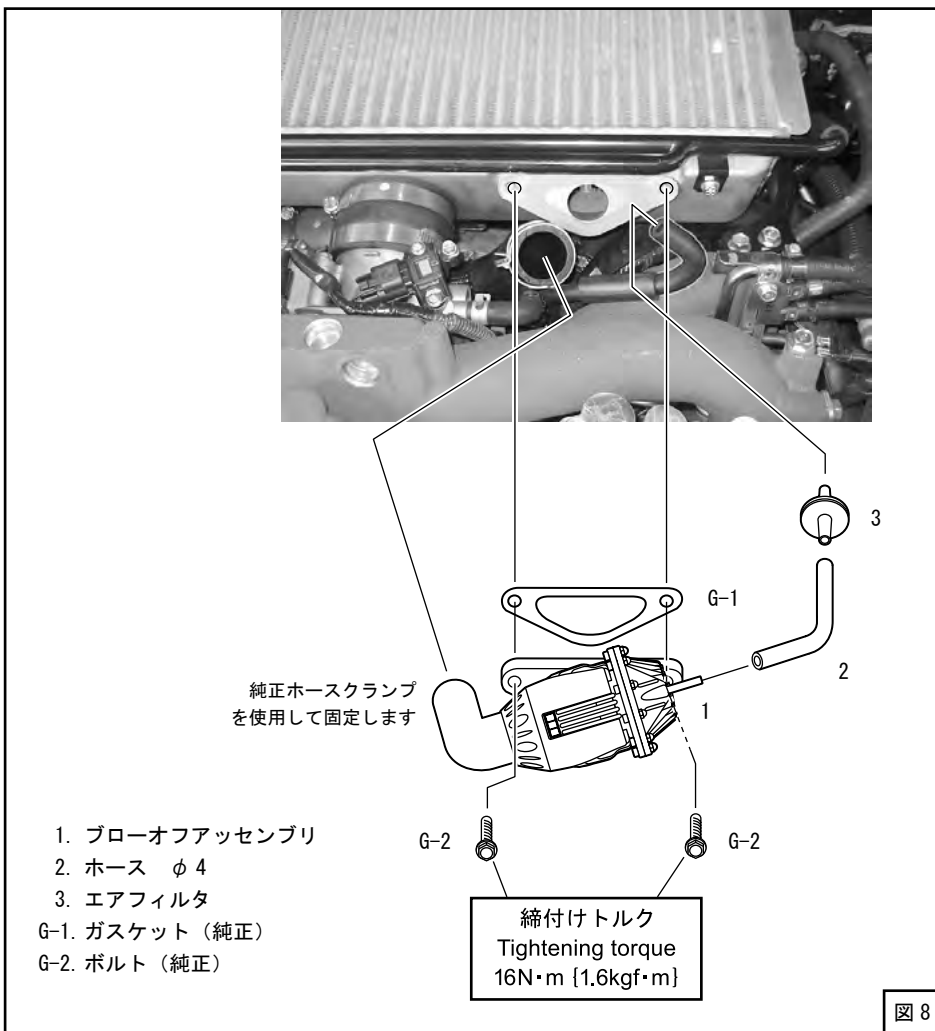

図8
(4) ファンネルをボルト（再使用）で再度固定してください。（締付けトルク：0.8N・m {0.08kgf・m}）
(5) インタークーラにブローオフアッセンブリを仮付けしてください。（図8）
- (6) キットパーツを使用してブローオフバルブ作動用の配管を行なってください。ホースφ4は適当な長さに(ある程度余裕を持たせて)切って使用してください。(図8)
- (7) ブローオフアセンブリのニップル部に取付けたホースφ4をタイラップで縛り、固定してください。(図8、図9)